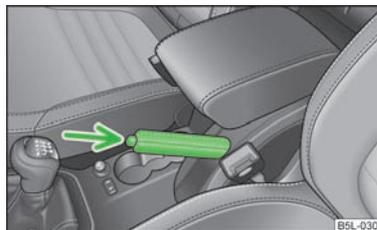

Fig. 95
- Tirez légèrement le levier de frein à main vers le haut et enfoncez **en même temps** le bouton de verrouillage **» fig. 95**.